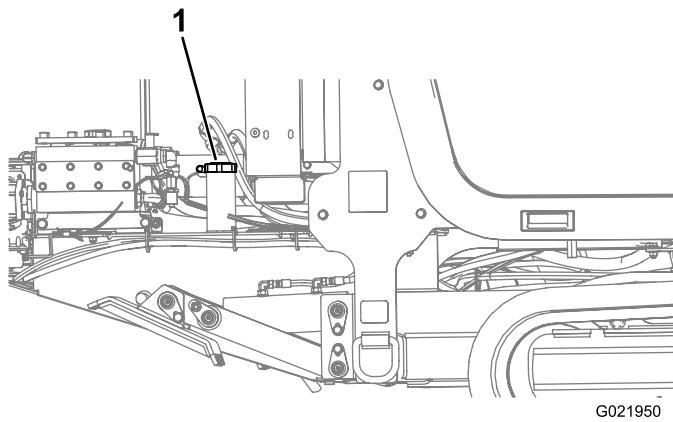

Figura 34
4. Retire el tapón del depósito de combustible (Figura 34).